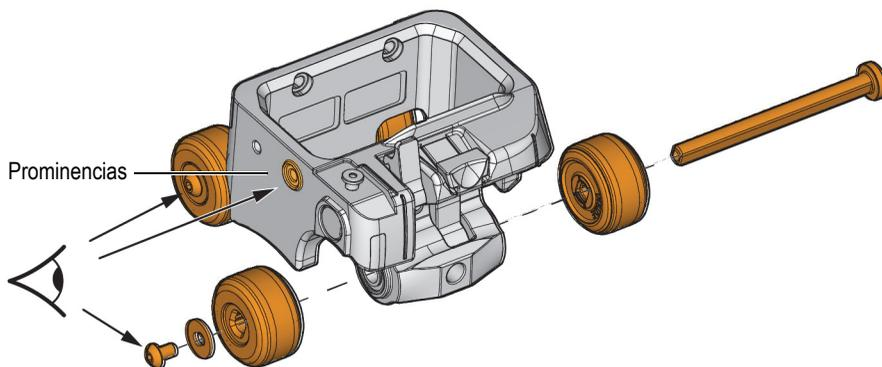

Figura 2-9 Ruedas del transportador
Vea las flechas en la Figura 2-9 en la página 53.
4. Deslice el eje axial nuevamente dentro de los cojinetes del transportador y la palanca de bloqueo-desenganche. Confirme la orientación definida y apropiada. Ver Figura 2-9 en la página 53.